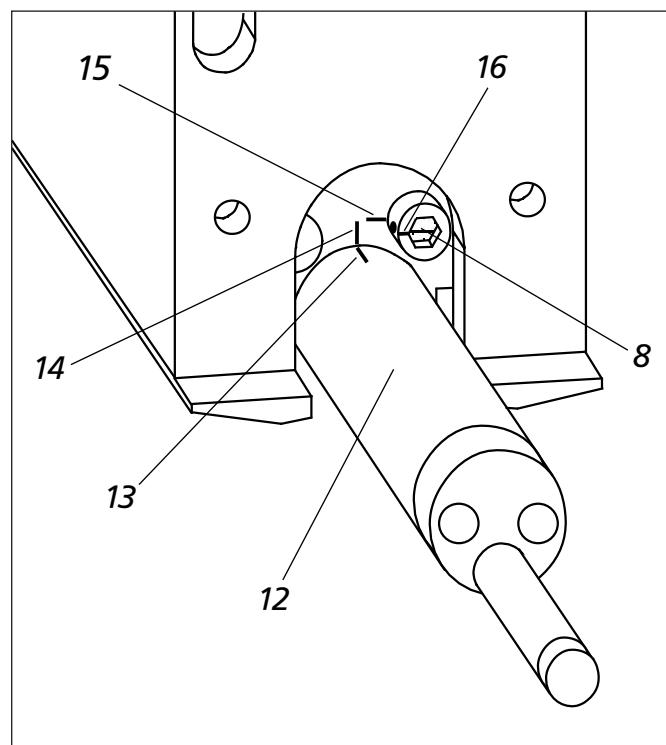

Fig. 3
2. Afloje la fijación del palpador (véase fig. 3): Utilice la llave Allen (entrecañas 2,5) para girar el tornillo (8) que se encuentra en la parte superior derecha encima del soporte del palpador 180° hacia la derecha, hasta que la raya (16) grabada en el tornillo quede apartada de la raya horizontal (15).
3. Saque el palpador (12) de su soporte sin girarlo.
5. Alinee el palpador (solo en MarSurf MFW 250 y MFW 250 B): Gire el palpador (12) ligeramente hasta que la raya (13) grabada en la carcasa del palpador apunte a la raya perpendicular (14) de la unidad de avance (rango de ajuste ± 2°).
6. Vuelva a apretar la sujeción del palpador: Gire el tornillo (8) hasta que la raya (16) grabada en el tornillo apunte hacia la izquierda a la raya horizontal (15).